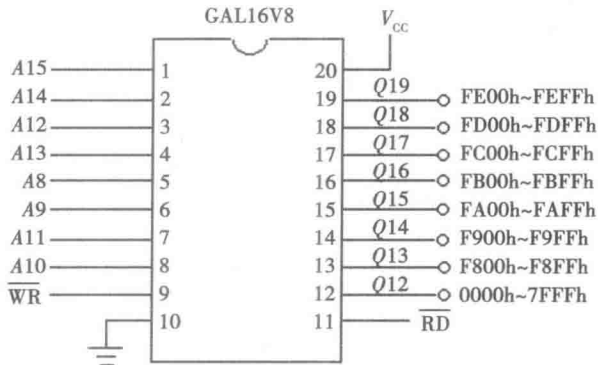

图 1-5 译码电路原理图
(4) 译码器
实验装置上提供了两个一样的 GAL16V8 译码电路，分为译码区①和译码区②，两个区域译码方式完全一样，目的是其中译码区②的 GAL16V8 用户可以编程，这样不影响译码区①的使用。译码电路原理图如图 1-5 所示。